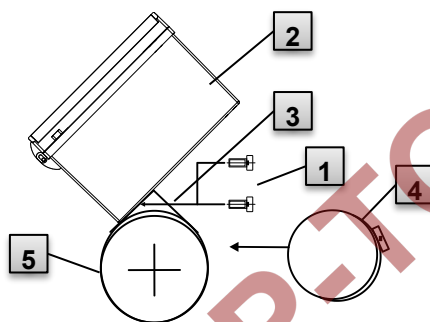

Imagen 8
1. Utilice dos tornillos de cabeza cilíndrica M5 x 10 mm (Imagen 8: **1**) la escuadra de sujeción universal A2 en los agujeros correspondientes (Imagen 8: **3**) en el EK280 (Imagen 8: **2**).
3. Fije la escuadra de sujeción universal A2 (Imagen 8: **3**) y el dispositivo (Imagen 8: **2**) con la abrazadera de tubo (Imagen 8: **4**) a la tubería (Imagen 8: **5**).